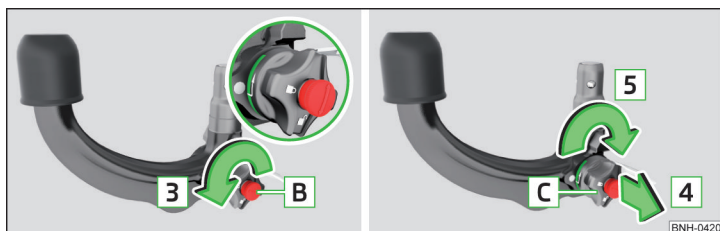

Fig. 131 Reglarea poziției de disponibilitate
- Rotiți cheia **B** până la capăt în sensul săgeții **3**, astfel încât săgeata de pe cheie să fie orientată spre simbolul $\hat{=}$ » fig. 131.